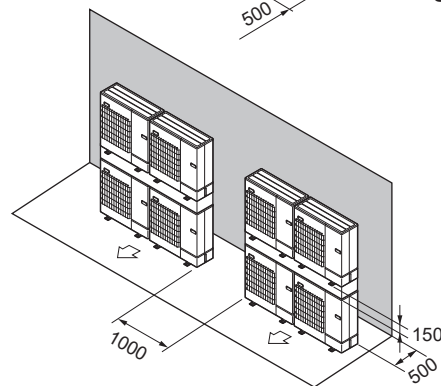

Fig. 2-19
- ⑦ Διάταξη μονάδων σε στοιβά (Fig. 2-19)